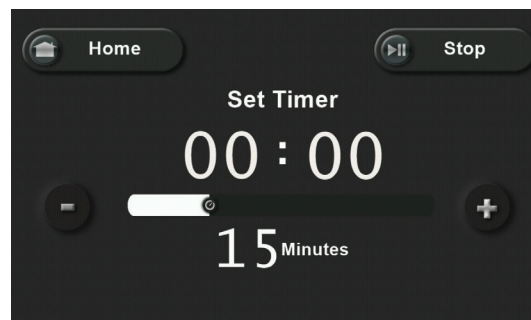

Fig. 1
3. Bruk glidebryteren for å justere tidtakeren. Maksimal tid er 30 minutter. (Fig. 1)